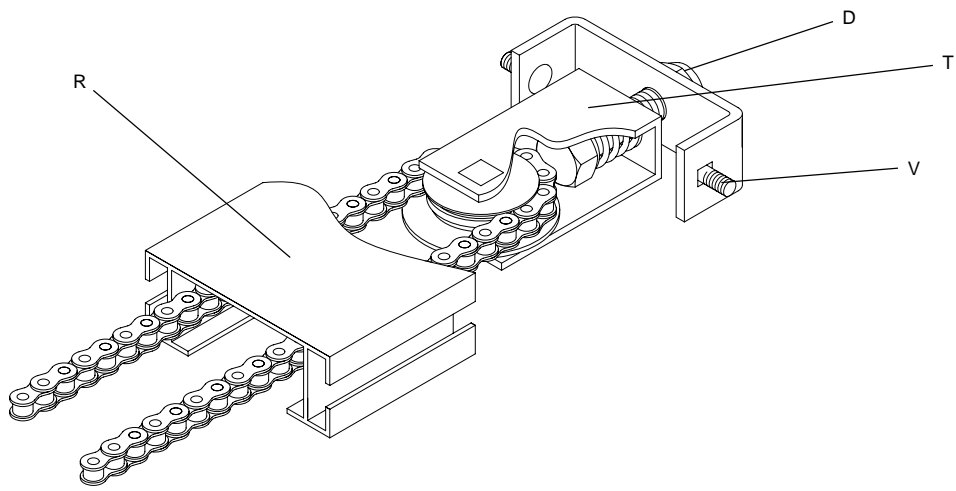
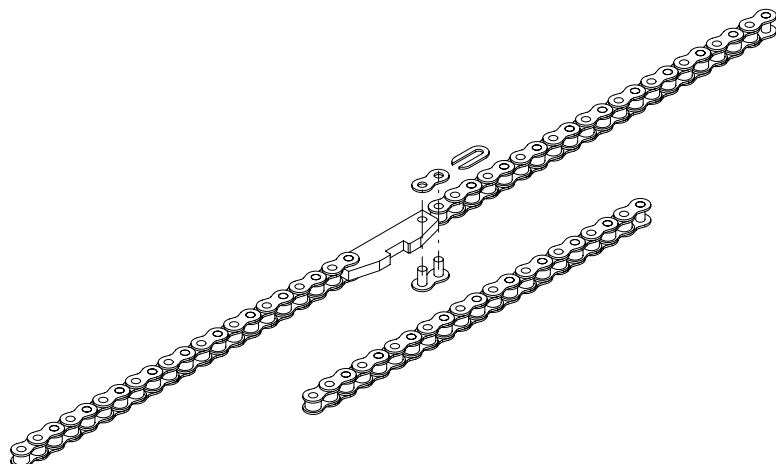

Fig.7
Fig.8
**3.5** Passare la catena nel pignone del tendicatena T ed inserire quest'ultimo nella rotaia R (controllare che siano presenti le due viti V). Vedi fig. 7.
**3.6** Congiungere la catena tramite il giunto già premontato (fig. 8) e tensionarla serrando il dado D (fig. 7).
**3.5** Make the chain go through the chain tightener pinion T and insert the pinion into the rail R (check the 2 V screws are present). See fig. 7.
**3.6** Couple the chain through the joint which has already been preassembled (fig. 8) and tension it by tightening the nut D (fig. 7).
**3.5** Kette in das Ritzel des Kettenspanners T und diesen in die Schiene R einfügen (prüfen, ob die zwei Schrauben V da sind), siehe Bild 7.
**3.6** Kette mittels vorgebrachten Anschlußstückes (Bild 8) zusammenfügen und sie durch Anziehen der Mutter D (Bild 7) spannen.
**3.5** Passer la chaîne dans le pignon du tendeur de chaîne T et insérer ce dernier dans le rail R (contrôler que les deux vis soient présentes). Voir fig. 7.
**3.6** Joindre la chaîne au moyen du joint déjà prémonté (fig. 8) et la tendre en serrant l'écrou D (fig. 7).
**3.5** Pasar la cadena por el piñón del tensor de cadena T e insertar este último en la guía R (comprobar que estén presentes los dos tornillos V). Véase fig. 7.
**3.6** Unir la cadena mediante la presilla ya premontada (fig. 8) y tensionarla apretando la tuerca D (fig. 7).